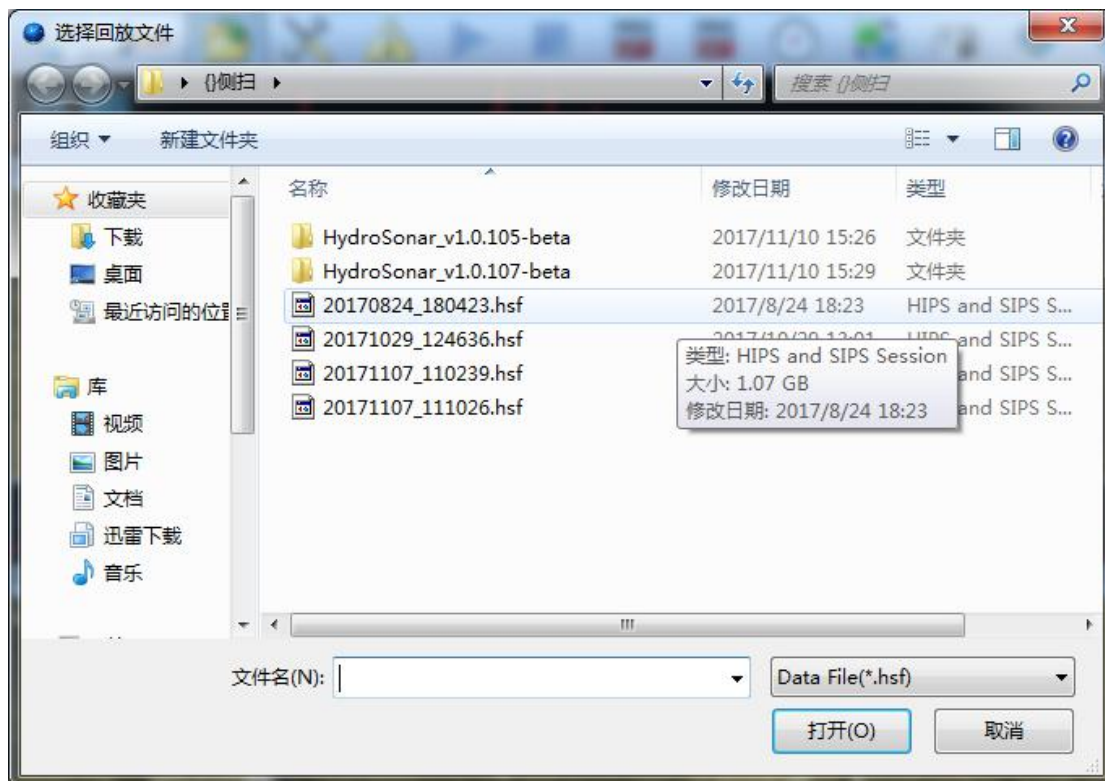

图 6.7 “打开文件”对话框
(3) “打开文件”按钮用于侧扫声呐数据回放时选择回放文件，点击功能按钮后，软件自动弹出“选择回放文件”对话框，如图 6.7 所示为选择回放文件对话框，用户选择回放文件即可；